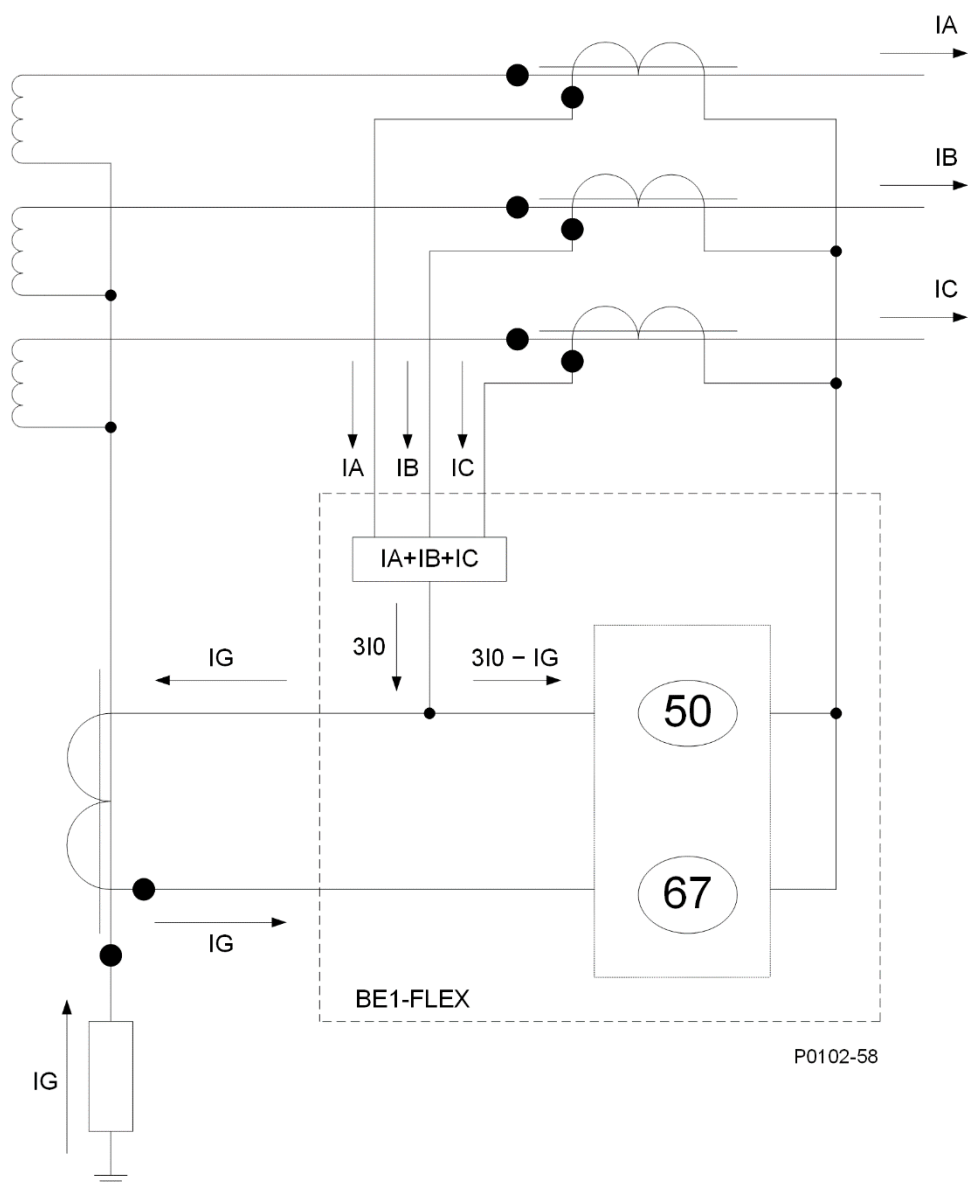

Figura 40-2. Esquema direccional de corriente-polarizado para la conexión del TC del BE1-FLEX
Figura 40-2 muestra la polaridad de TC correcta para garantizar una magnitud de Iop adecuada (50) y una validación direccional (67) dentro del 87N con un ajuste de volteo de CT de "Sí". Con la dirección de la corriente positiva supuesta, $3I_0$ e I_G están en fase para una falla interna y están fuera de fase para una falla externa.